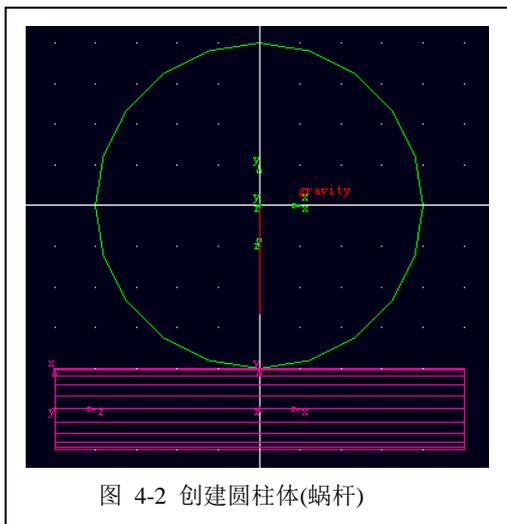

图 4-2 创建圆柱体(蜗杆)
4.2 在 ADAMS/View 工作窗口中先用鼠标左键选择点 (-250, -250, 0) mm, 然后选择点 (250, -250, 0) mm。则一个圆柱体 (PART_3) 创建出来。如图 4-2 所示。